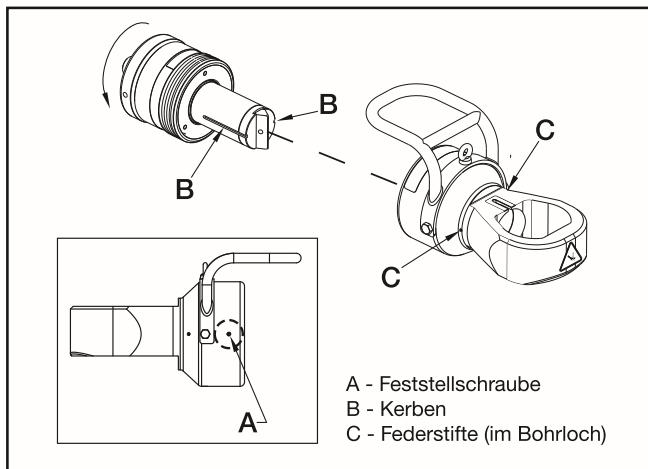

Abb. 3, Zusammenbauen von Zylinder und Schneidkopf
2. Lösen Sie die Kunststoff-Feststellschraube (Abb. 3, Punkt A) an der Schafthülse des Schneidkopfes.
3. Stecken Sie den Zylinder in den Kopf und richten Sie dabei die axialen Schlitz im Messerhalter (Abb. 3, Punkt B) mit den Federstiften (Abb. 3, Punkt C) im Bohrloch des Schneidkopfes aus. Drehen Sie den Zylinder nach der Ausrichtung in die dargestellte Richtung, um die Schraubengewinde einzurasten.
3. Falls festgezogen, lösen Sie die Kunststoff-Feststellschraube unter der Schafthülse des Schneidkopfes. Siehe Abb. 3, Punkt A.
3. Falls festgezogen, lösen Sie die Kunststoff-Feststellschraube im Schafthülsenteil des Schneidkopfes. Siehe Abb. 3, Punkt A.